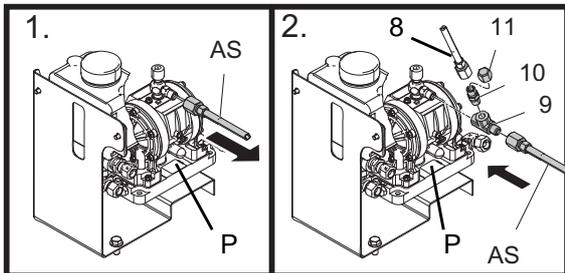

FIG. 5:
1. Desconecte el suministro de aire (AS) de la bomba de circulación del fluido calentado (P) para el rollo de manguera.
2. *Para Modelo 24Y132:* instale la pieza en T (9), y el racor (10). El tapón (11) no se utiliza.
5. Conecte la manguera de aire (8) en el accesorio de conexión del manguito de unión (10). Vea #2 en FIG. 5. Conecte la manguera de aire (8) a la bomba de circulación del agua caliente (53).